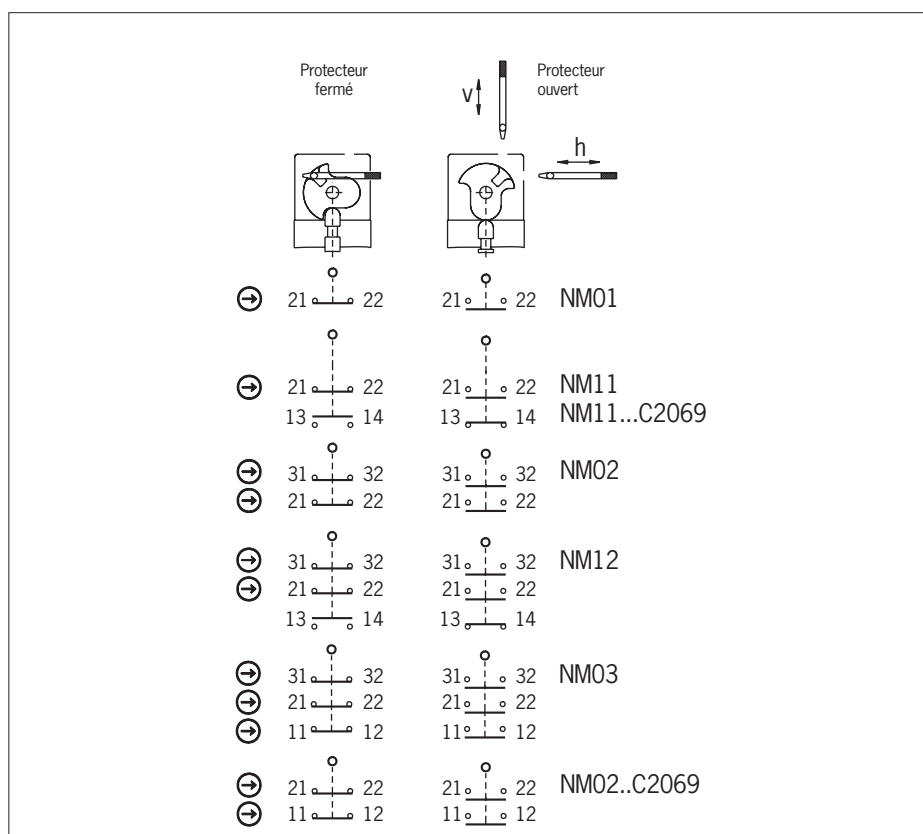

Fig. 3 : Éléments de commutation et fonctions de commutation
Utiliser au moins un contact (⊖). Celui-ci signale la position du protecteur (affectation des contacts, voir Fig. 3).
3. Effectuer le raccordement et serrer les bornes au couple de 0,5 Nm (affectation des contacts, voir Fig. 3).